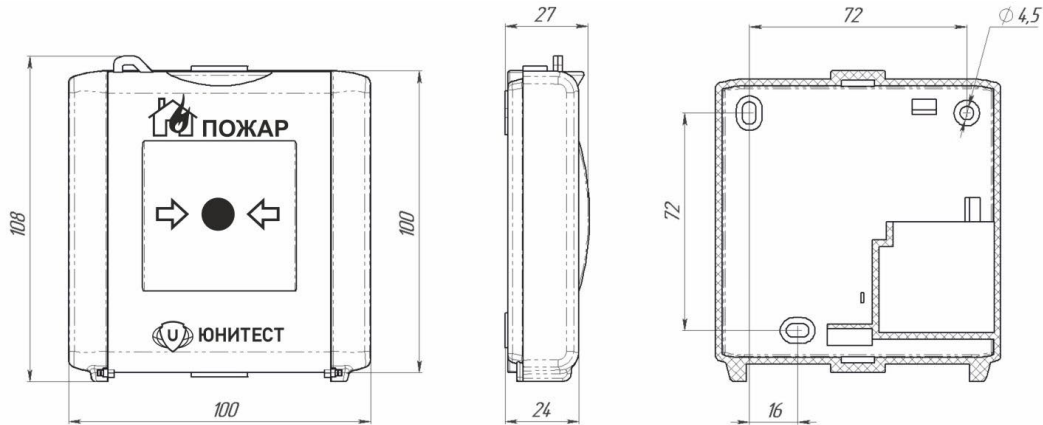
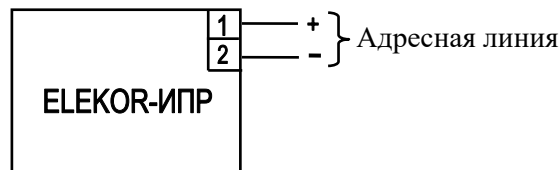

Рис.1. Габаритные и установочные размеры извещателя.
Рис. 2. Назначение клемм извещателя ELEKOR-ИПР.
2.1.2. Габаритные и установочные размеры показаны на рис.1, назначение клемм – на рис.2,3.